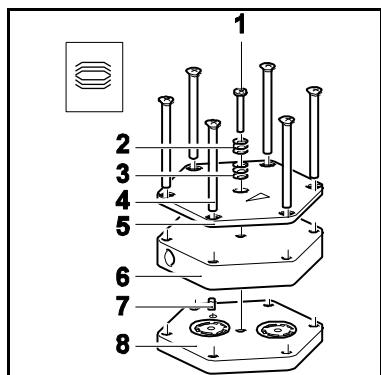

Abb. 24: Pumpenkopf montieren
1. An pneumatischer Kopfverschaltung (3) die Überwurfmutter (2) von Hand lösen. Winkeleinschraub-Verschraubung (1) des Pumpenkopfs (4) gegen den Uhrzeigersinn drehen, bis Verbindungsschlauch abgezogen werden kann.
2. An beiden Pumpenköpfen Druckplatte (Abb. 24/5), Kopfdeckel (Abb. 24/6), Zwischenplatte (Abb. 24/8) und Membranaufnahme mit einem durchgehenden Filzstiftstrich markieren. Dadurch wird verhindert, dass die Teile später falsch montiert werden.
6. Schraube/Schrauben (1) in der Mitte der Druckplatte (5) mit Tellerfedern (2, 3) einsetzen. Dabei auf die richtige Anordnung der Tellerfedern achten (siehe Abb. 24).
7. Schraube/Schrauben (1) festziehen, bis Schraubenkopf flächig aufsitzt. Schraube/Schrauben mit weiterer halber Umdrehung fixieren.